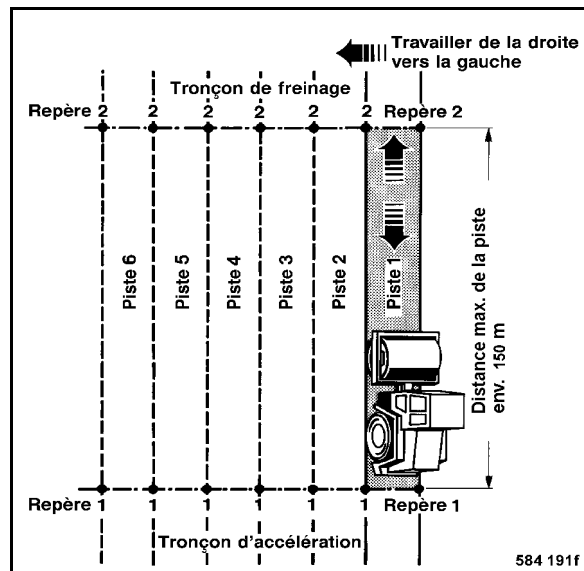

fig. 92
- Marquer la piste à compacter (fig. 92).